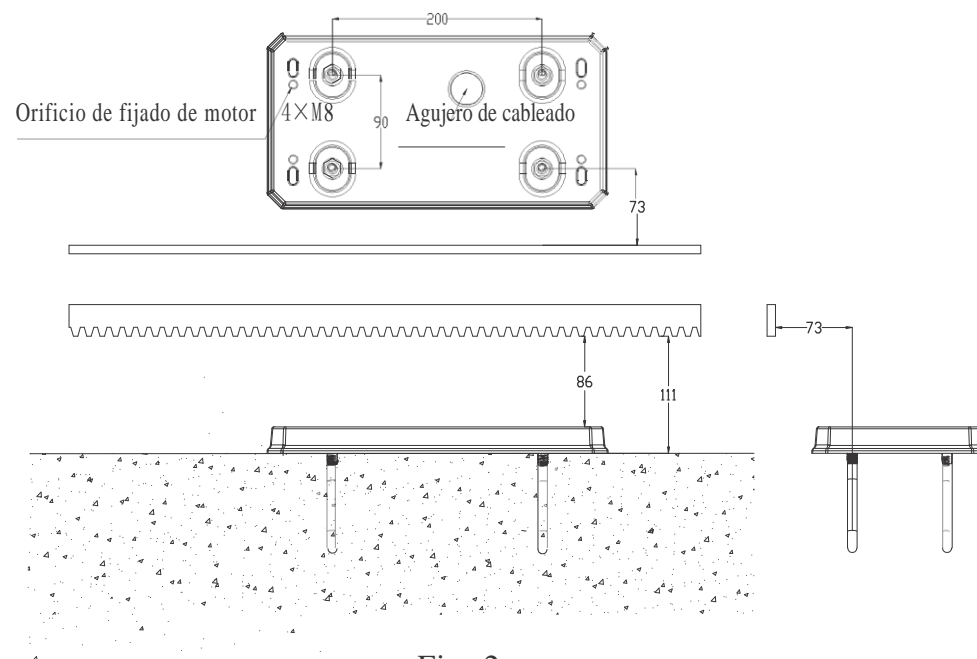

Fig. 2
5.1 Instalación de base de motor (Fig. 2)
1. Instalación de base de motor: Establezca la posición del montaje de la bandeja de la base de acuerdo con el tamaño del motor y la altura de la instalación de la posición de la cremallera. Después incruste los pernos o use los pernos de expansión para fijar la base dentro de la base de cemento. (Fig. 2)